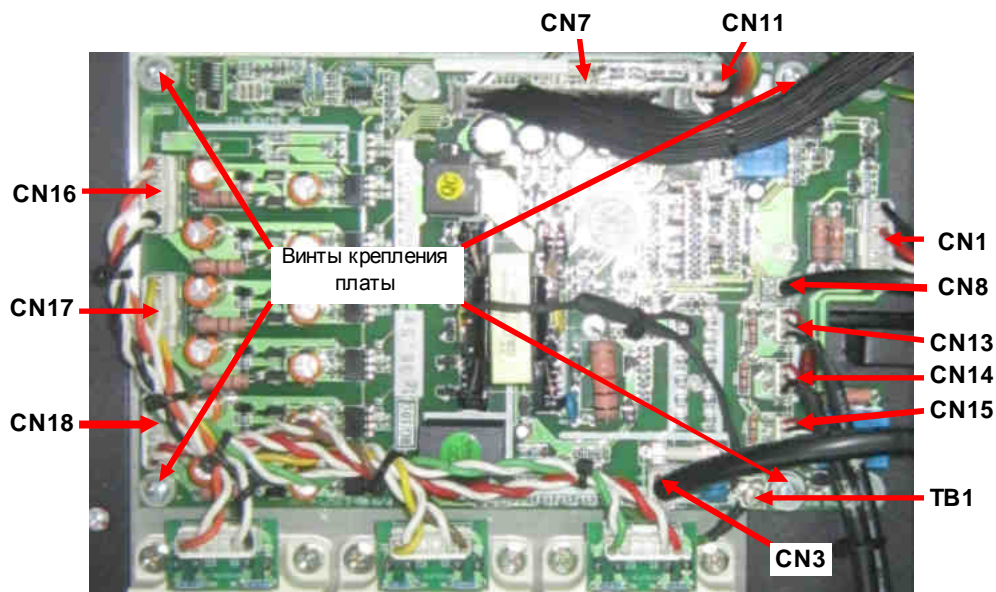

Рис. 7.13. Расположение разъемов платы ЦП.
7.14.1. Вставить конденсатор в хомут крепления и совместить выводы «+» и «-» конденсатора с отверстиями в блоке. Вспомогательной информацией является наклейка на корпусе конденсатора указывающая на вывод «-» (рис.7.13).